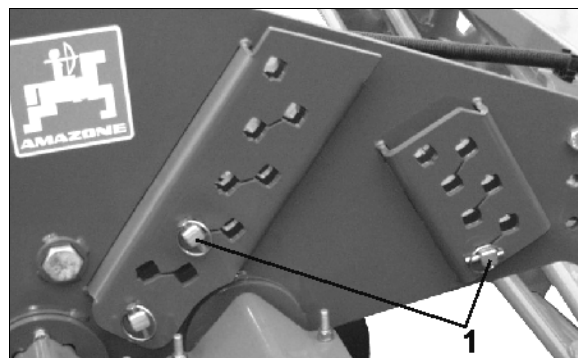

Fig. 29
3. Sett inn orepinnen igjen (Fig. 29/1).